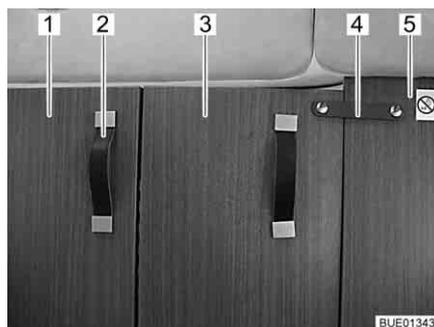

Fig. 52 Separazione cabina di guida, chiusa
- Tirare completamente verso l'interno la separazione cabina di guida (Fig. 52,1) dall'impugnatura (Fig. 52,2).
- Fissare la parte ribaltabile della separazione cabina di guida (Fig. 52,3) con la reggetta di sicurezza (Fig. 52,4) sulla parete intermedia fissa (Fig. 52,5) dietro il sedile del passeggero.